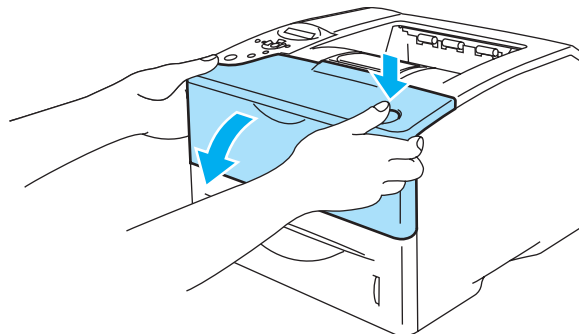

Abbildung 6-9
- Berühren Sie nicht die in Abbildung 6-9 gezeigten Elektroden, um den Drucker nicht durch statische Elektrizität zu beschädigen.